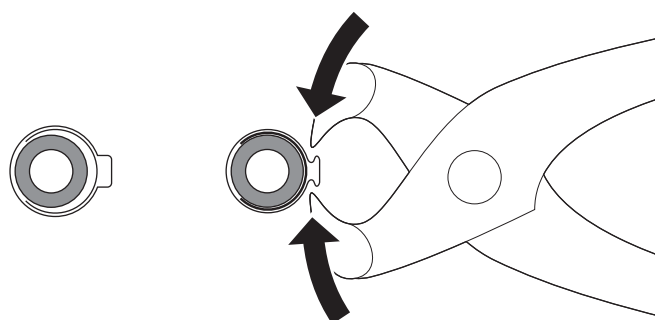

Abb. 25
- ▶ Einrohrklemmen mit der Montagezange verpressen (Abb. 25).